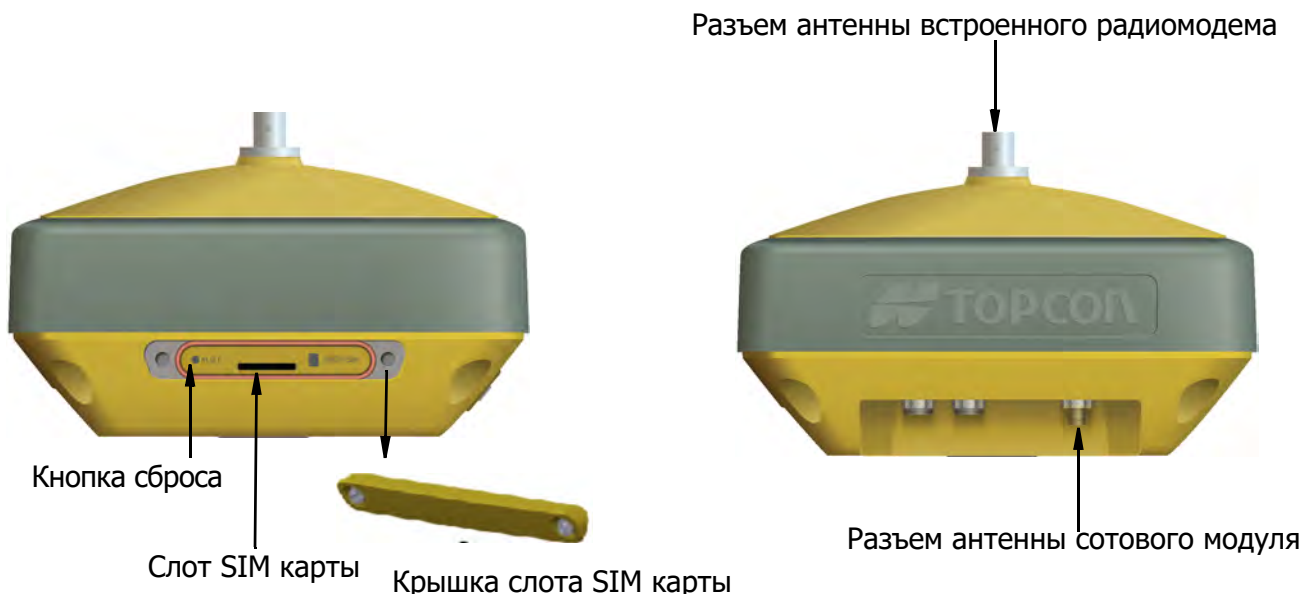

Рисунок 2-3: HiPer VR с УВЧ модемом R2 и сотовым модулем
3. ГНСС приемник HiPer VR с **УВЧ модемом R2** (P/N 1016578-05) и **сотовым модулем**. В верхней части приемника находится разъем антенны радиомодема. В нижней части приемника расположен **разъем антенны сотового модуля**. **Кнопка сброса (Reset)** и **слот SIM карты** расположены под **крышкой слота SIM карты** (Рисунок 2-3).
Если приемник HiPer VR перестанет реагировать на нажатие кнопки питания (Рисунок 2-3) или на вызовы внешнего ПО—выполните аппаратный сброс. Это действие выполняется только в том случае, если приемник включен и ни на что не реагирует.